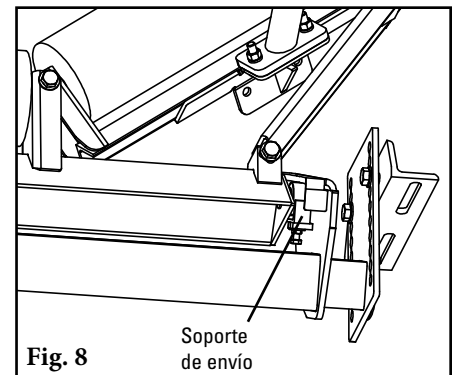

Fig. 8
- Quite el soporte de seguridad de envío del marco de la base (Fig. 8).** Si no lo hace evitará que el alineador funcione correctamente.